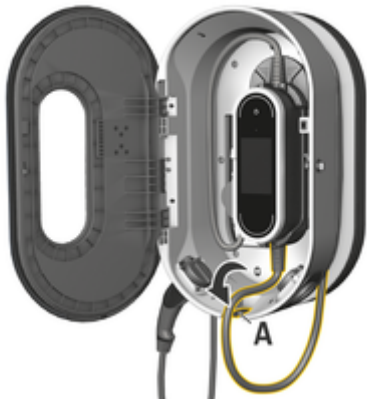

图 283 连接控制单元
3. 引导车辆电缆穿过开口 A（图 283），并将多余的电缆缠绕在充电盒上。